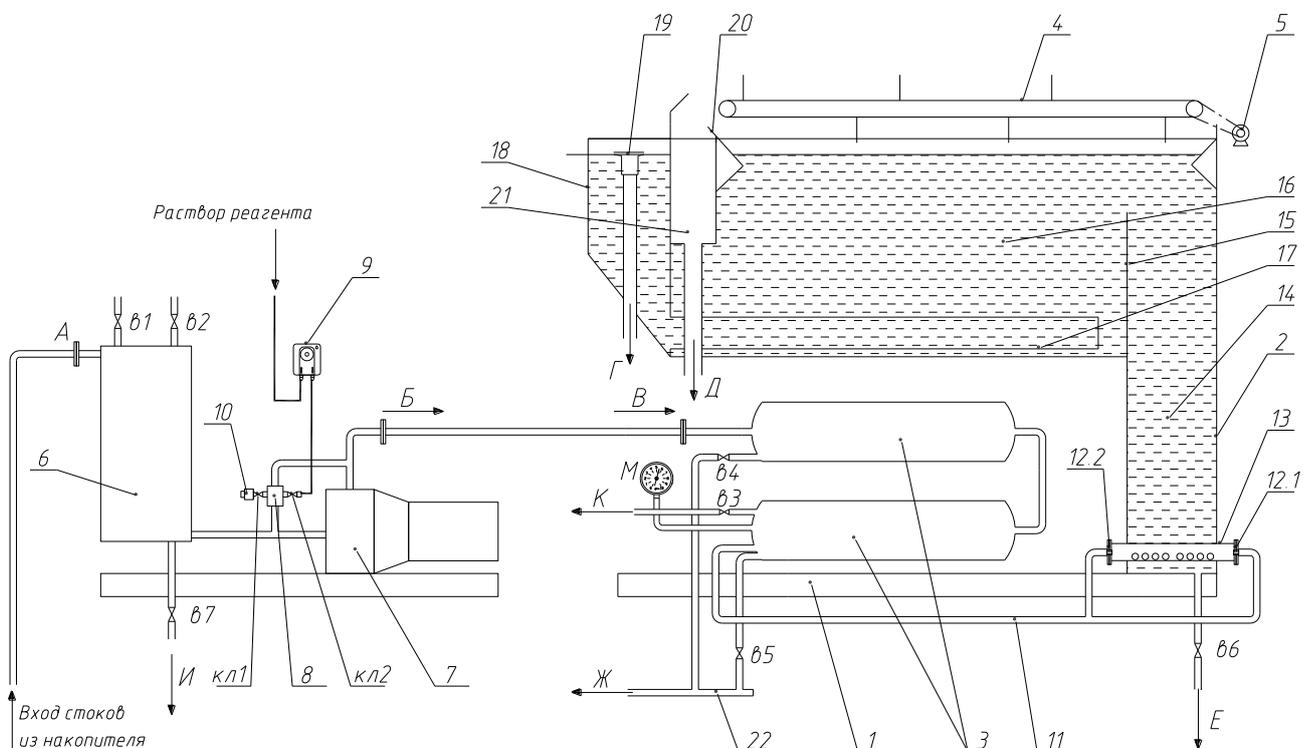

Рис. 3. Технологическая схема установки «ФФУ-40».
4. Устройство и работа установки (рис. 3)
6.3. Закрывать краны **в4**, **в5**, **в6**, **в7** крана Маевского **10** (рис.3). Открыть кран **в3** на 1/3.